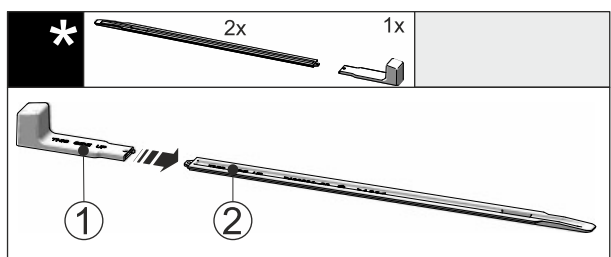

Fig. 50
- ▶ Uchwyt montażowy Fig. 50 (1) podłączyć do szyny niwelującej Fig. 50 (2).